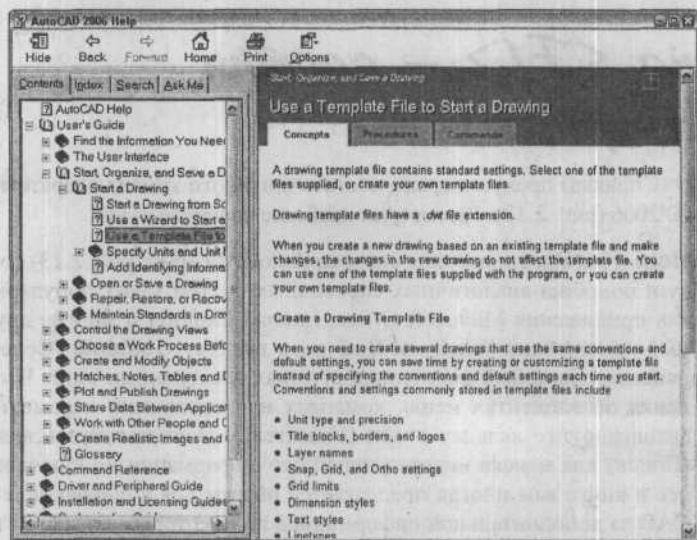

Рис. 2.13. Нужна помощь — нажимайте клавишу <F1>
- ✓ **Help.** Главная справочная система AutoCAD 2006 (рис. 2.13) создана по образцу и подобию аналогичных справочных систем таких популярных программ, как приложения Microsoft Office, Internet Explorer и многие другие современные приложения Windows. Выберите вкладку Contents (Содержание), и вы увидите обширный перечень доступных электронных книг. Чтобы найти сведения об элементах меню, командах или системных переменных AutoCAD, активизируйте вкладку Index (Указатель). Воспользуйтесь вкладкой Search (Поиск) для поиска интересующей вас информации по ключевому слову. Далее в книге вам иногда предлагается обратиться к справочной системе AutoCAD за дополнительной информацией по некоторым сложным темам.